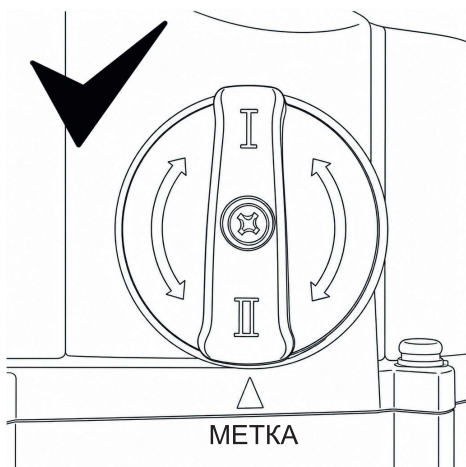

Рис. 4
- Установите переключатель в положение «I» или «II» напротив метки на корпусе редуктора. Переключатель должен зафиксироваться с характерным щелчком (рис. 4).